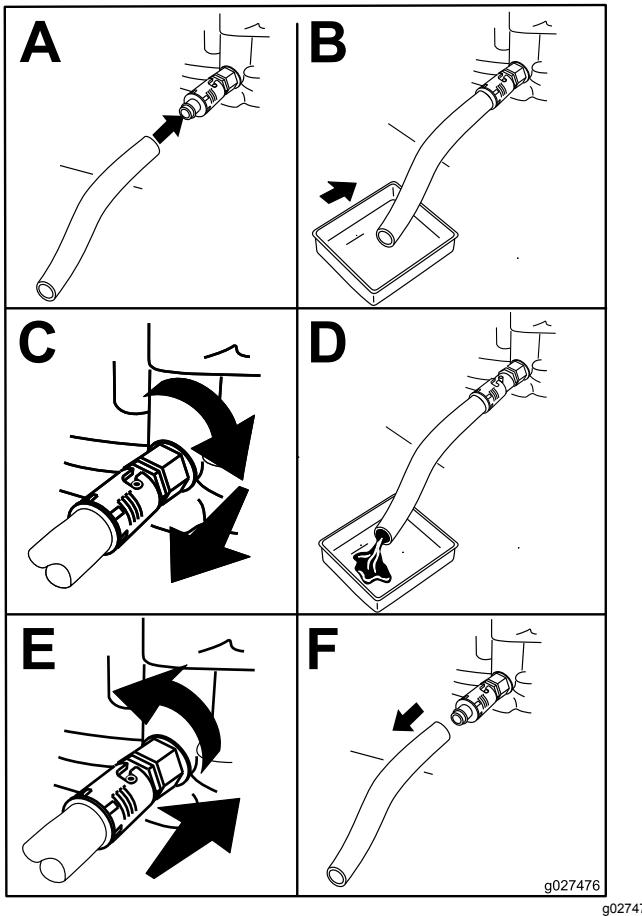

Figura 24
- Drene o óleo do motor (Figura 24).